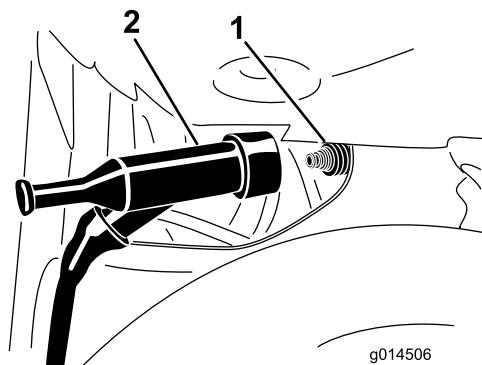

Figure 37
2. Débranchez le fil de la borne de bougie (Figure 37).
4. Poussez le fil sur la borne de la bougie (Figure 37).